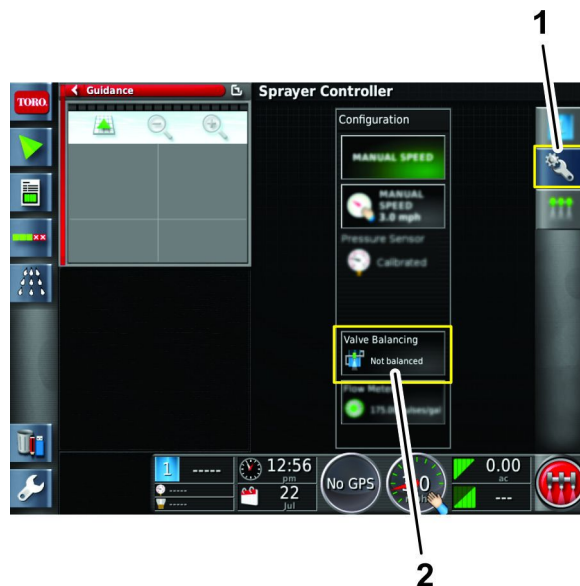

Figura 46
6. Pressione o ícone de configuração e, em seguida, o ícone do assistente de balanceamento de válvulas (Figura 46).